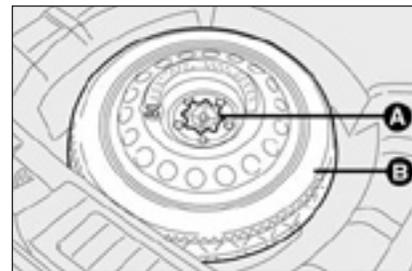

рис. 4
- Ослабьте крепление **А-рис. 4**;
- Снимите запасное колесо **В-рис. 4** для того, чтобы достать инструменты **С-рис. 5**;